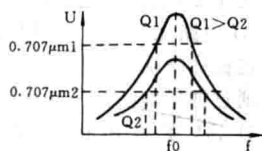

图 5
5. 谐振选频 在电子技术中经常利用 LC 谐振回路来选择所需要的频率信号, 抑制其他频率信号, 即选频功能。谐振电路的连接方式有并联和串联两种, 特性曲线如图 5 所示, 反映谐振回路选频特性的参数是 Q, 即品质因素, 表达式为
由图 5 可知, Q 值越大, 曲线越尖锐, 选择性越好, 但频带会变窄。